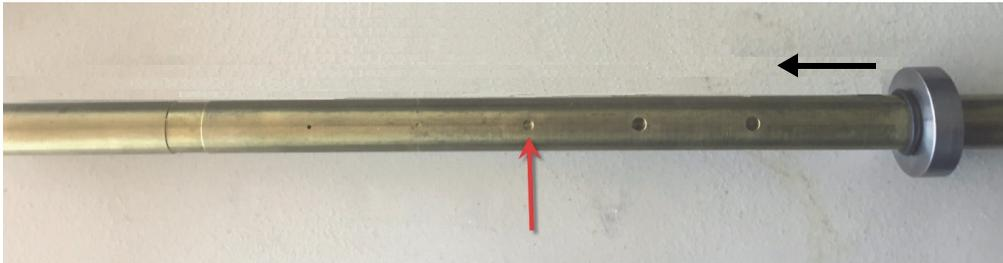

Figura 5-175 Spostamento dell'anello di supporto
1. Fare scorrere le guarnizioni nel tubo per permettere lo spostamento dell'anello di supporto. Spostare l'anello di supporto sul difetto e posizionare le guarnizioni contro l'anello di supporto per mantenerlo in posizione (vedere Figura 5-175 a pagina 265).